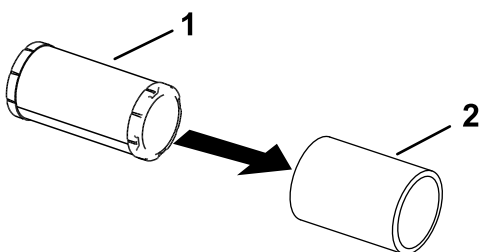

Figura 44
5. Separate gli elementi in schiuma sintetica e di carta (Figura 44).